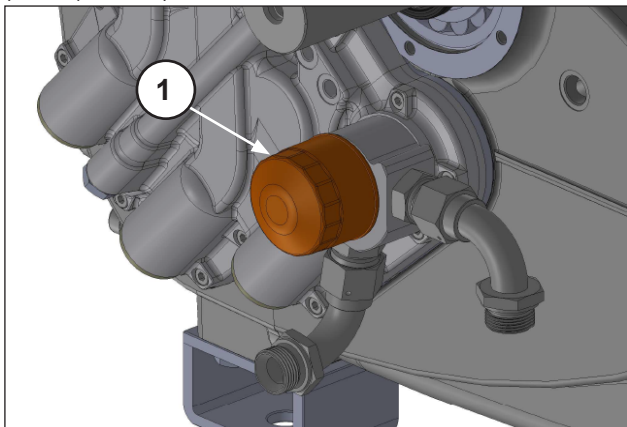

Abb. 17
Drehen Sie diese von Hand oder mit geeignetem Werkzeug ab (Pos. ①, Abb. 17).